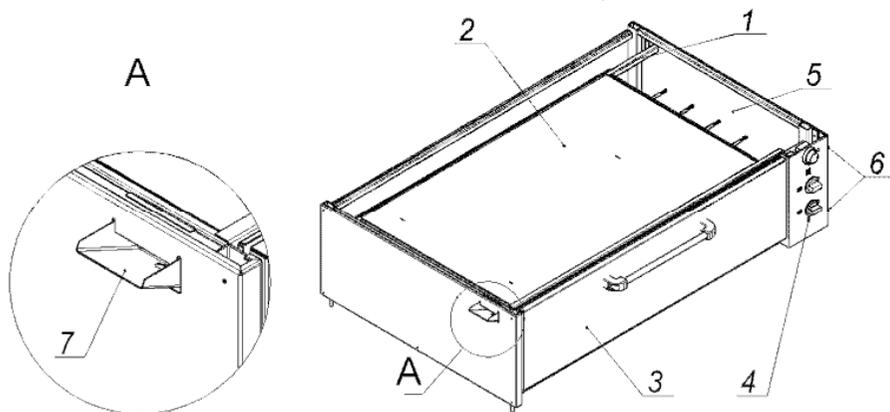
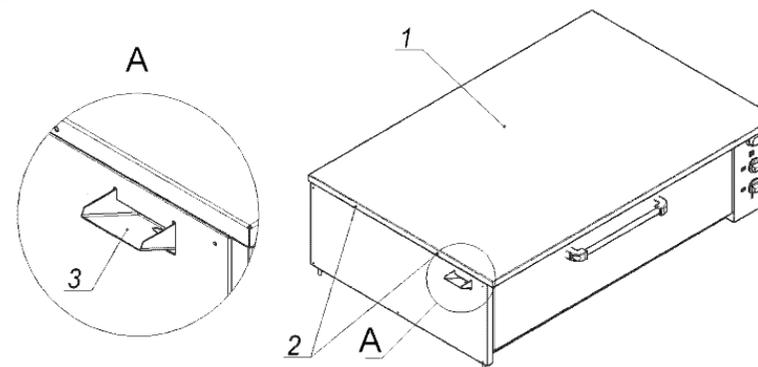

Рис.2
Рис.3
4.1 Шкаф жарочно-пекарский, секционный, электрический типа ЭШП состоит из одинаковых секций, устанавливаемых друг на друга. Нижняя секция устанавливается на раму. Каждая следующая секция устанавливается на предыдущую. Верхняя секция, (рис.3), накрыта крышкой.
- Снять панель управления (см. рис.2);
1. Снять панель управления (см. рис.2).
внутри камеры, на задней стенке, установлен испаритель воды, который можно снять для очистки. Для заливки воды в испаритель используется желоб (рис.2, поз.7 и рис.3, поз.3). Объём воды, однократно заливаемой в испаритель, не более 200см³.
4.5 Для обслуживания электроприборов, ТЭНов и регулирования пружинного механизма дверки, необходимо снять панель управления (рис.2, поз.4), отвернув 4 винта (рис.2, поз.6), крепящие панель к каркасу секции.
1. Не снимая панели управления и правые облицовочные панели (для подключения верхней секции – снять панель управления (см. п.2), или правую облицовочную панель (см. п.3), или крышку (рис.3, поз.1), для чего вывернуть 4 винта (рис.3, поз.2)).